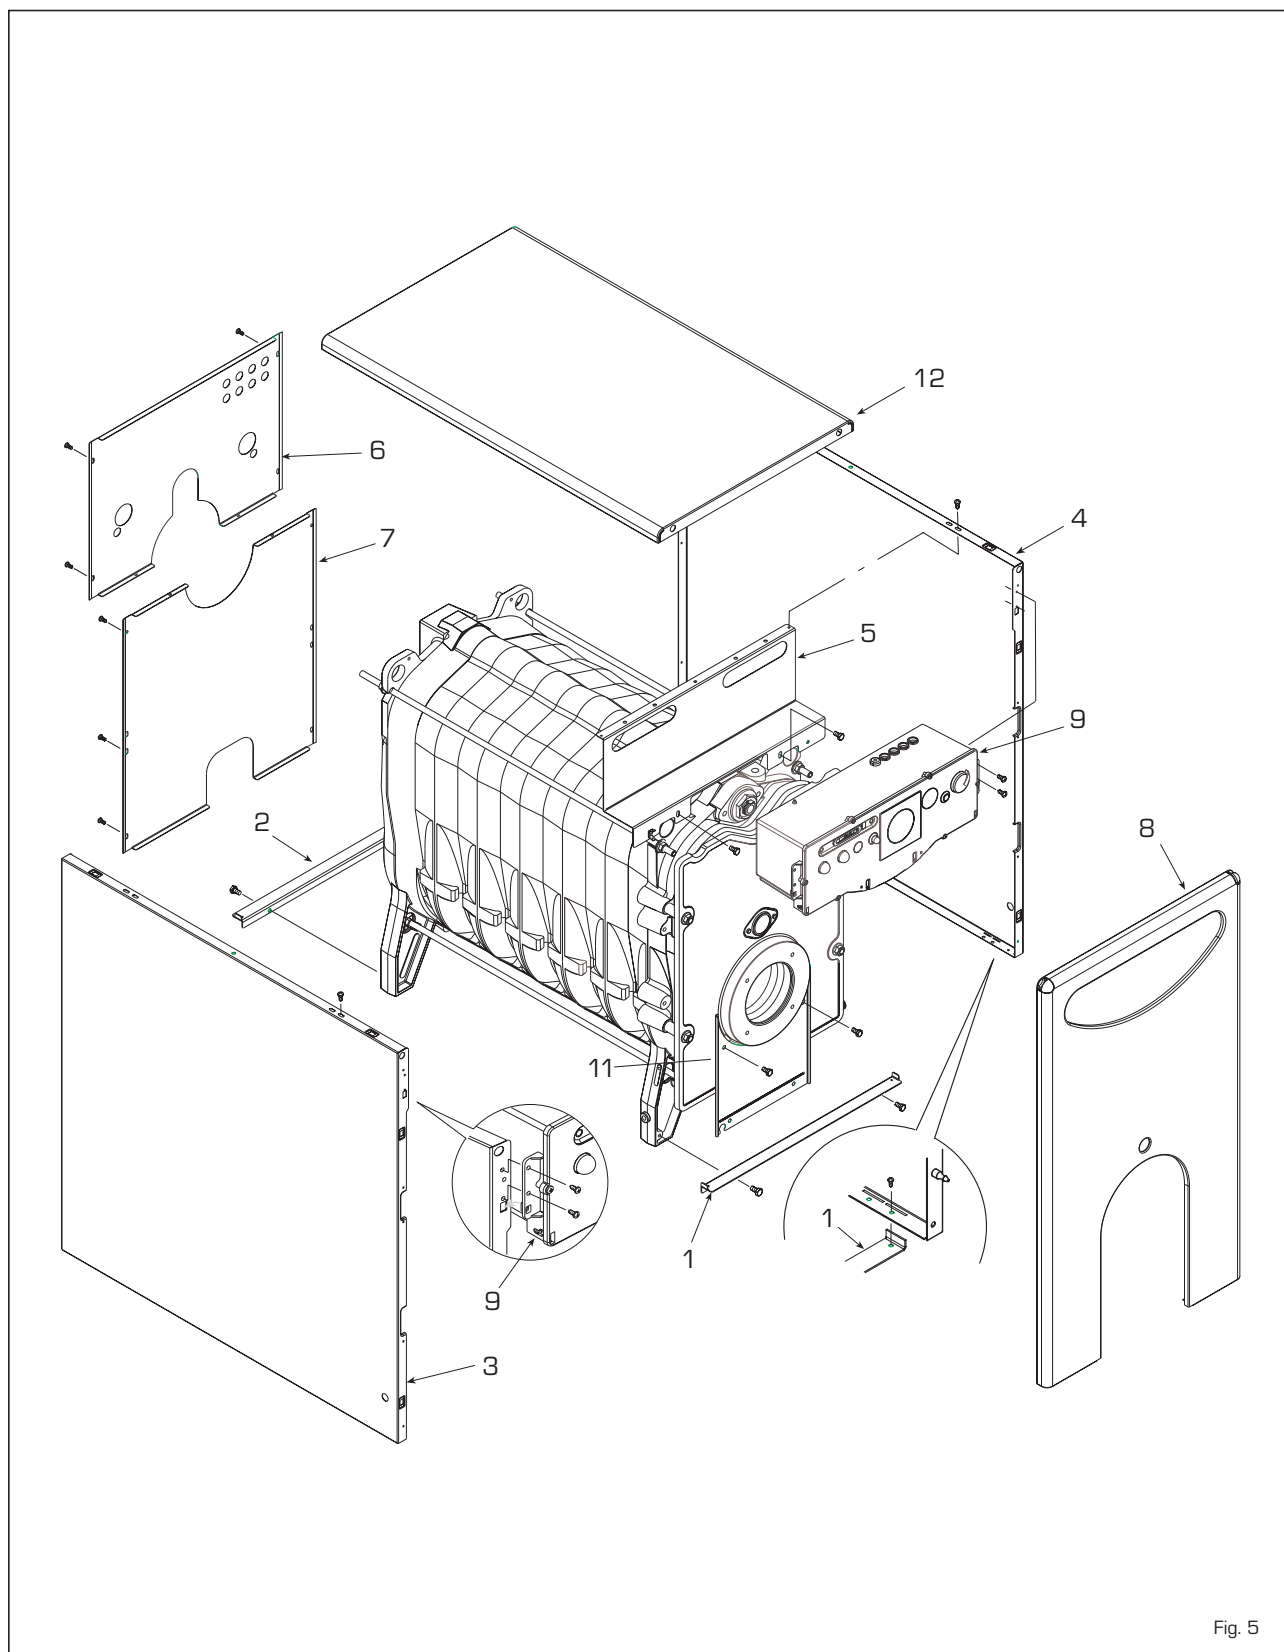

Fig. 5
2.5 MONTAGGIO MANTELLO "RONDÒ" (fig. 5)
ghisa. Eseguire il montaggio del mantello nel seguente modo (fig. 5):